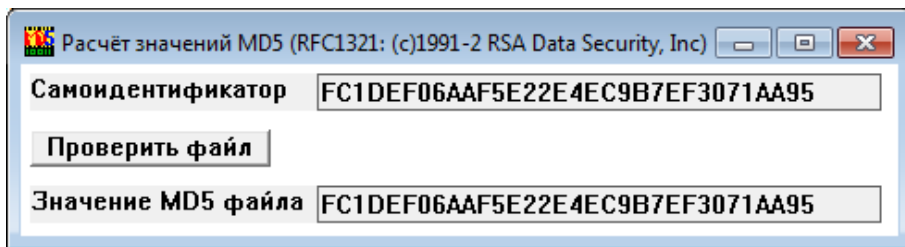

Рисунок 26 – Значение контрольной хеш суммы модуля самоидентификатора echeck
1.3.2 В паспорте комплексов АНБЕ.422290.001 в таблице 3 указаны контрольные суммы md5 каждого метрологического значимого модуля. Контрольная сумма самого модуля echeck рассчитывается по алгоритму md5 и она не изменяется, ее значение соответственно равно FC1DEF06AAF5E22E4EC9B7EF3071AA95, как показано на рис. 26.